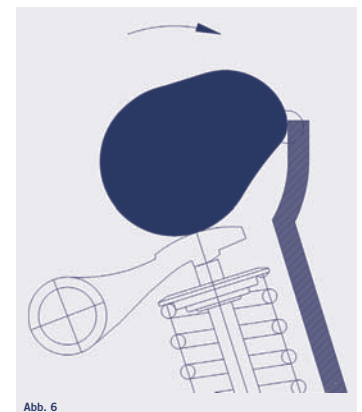

Abb. 6
- Lässt sich die Schrick-Nockenwelle im Zylinderkopf frei drehen oder stoßen die Nocken am Guss (siehe Bild 6 auf Seite 67) an? Es ist daher unbedingt sicherzustellen, dass die Nockenwelle und auch die anderen beweglichen Teile nicht miteinander kollidieren!